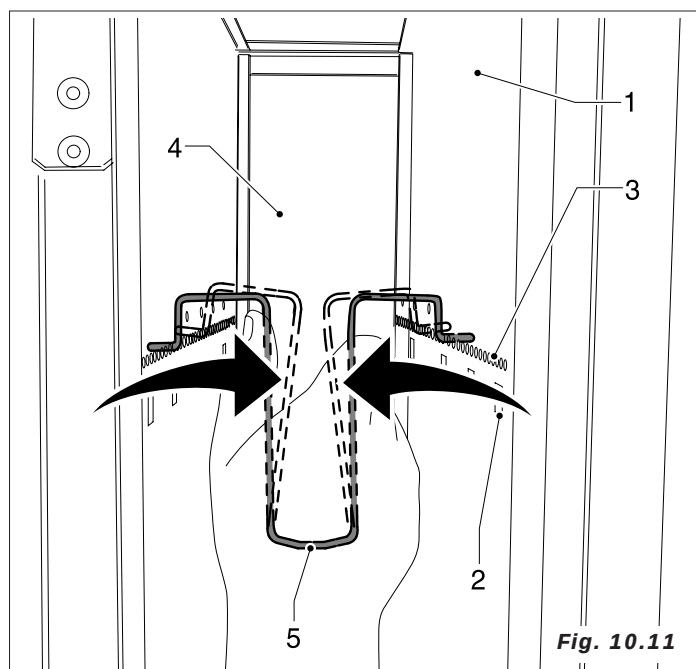
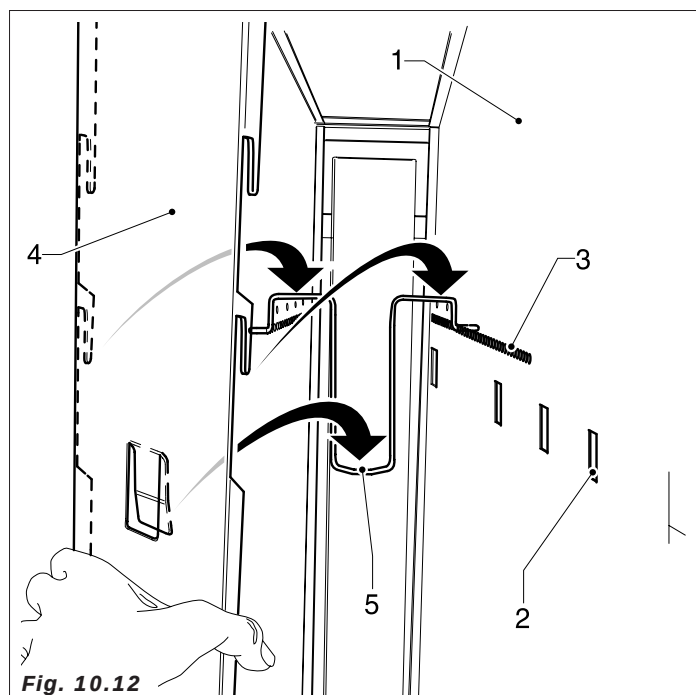
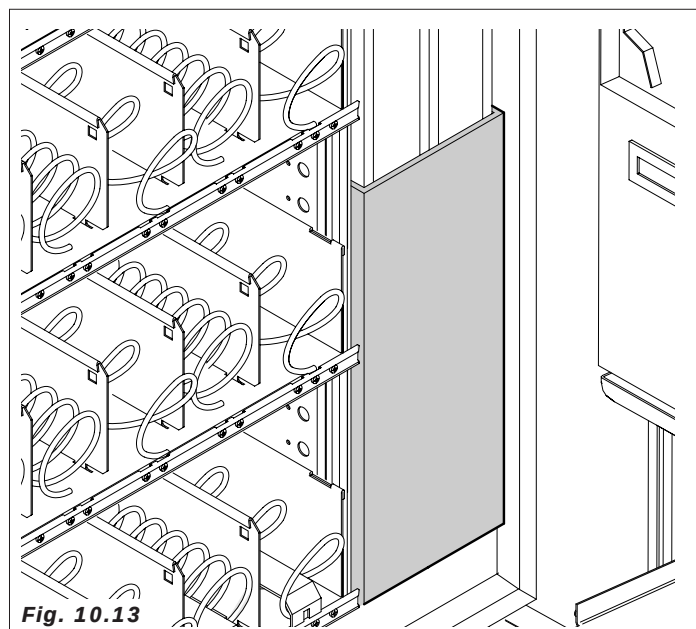

Fig. 10.11
Fig. 10.12
Fig. 10.13
A) Colocar la retro columna (Fig.10.12 pos-4), insertando los muelles adecuados en el orificio (Fig.10.11-pos.5).
B) Colocar los laterales (si están previstos) en la ranura indicada (2).
- Retirar las protecciones de chapa para poder acceder a los motores (Fig.10.13)